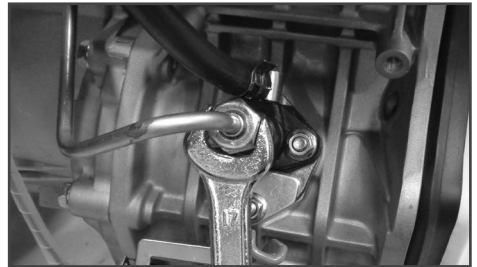

Рис. 12 Удаление воздуха из топливного насоса
6. Рожковым ключом 17 мм открутите гайку крепления топливной трубки высокого давления на 1,5-2 оборота (Рис. 12). Поместите под выходным штуцером топливного насоса высокового давления кусок ветоши.